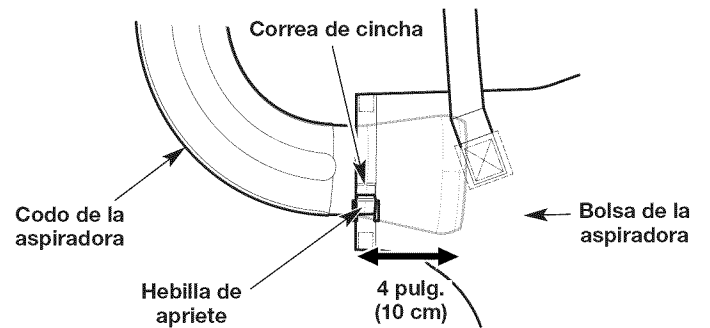

Fig. 10
4. Inserte el extremo ancho del tubo acodado de la aspiradora aproximadamente 4 pulg. (10 cm) dentro de la bolsa de la aspiradora (Fig. 10).
5. Tire de la correa de apriete para ajustar la bolsa de la aspiradora alrededor del tubo acodado de la aspiradora (Fig. 10).